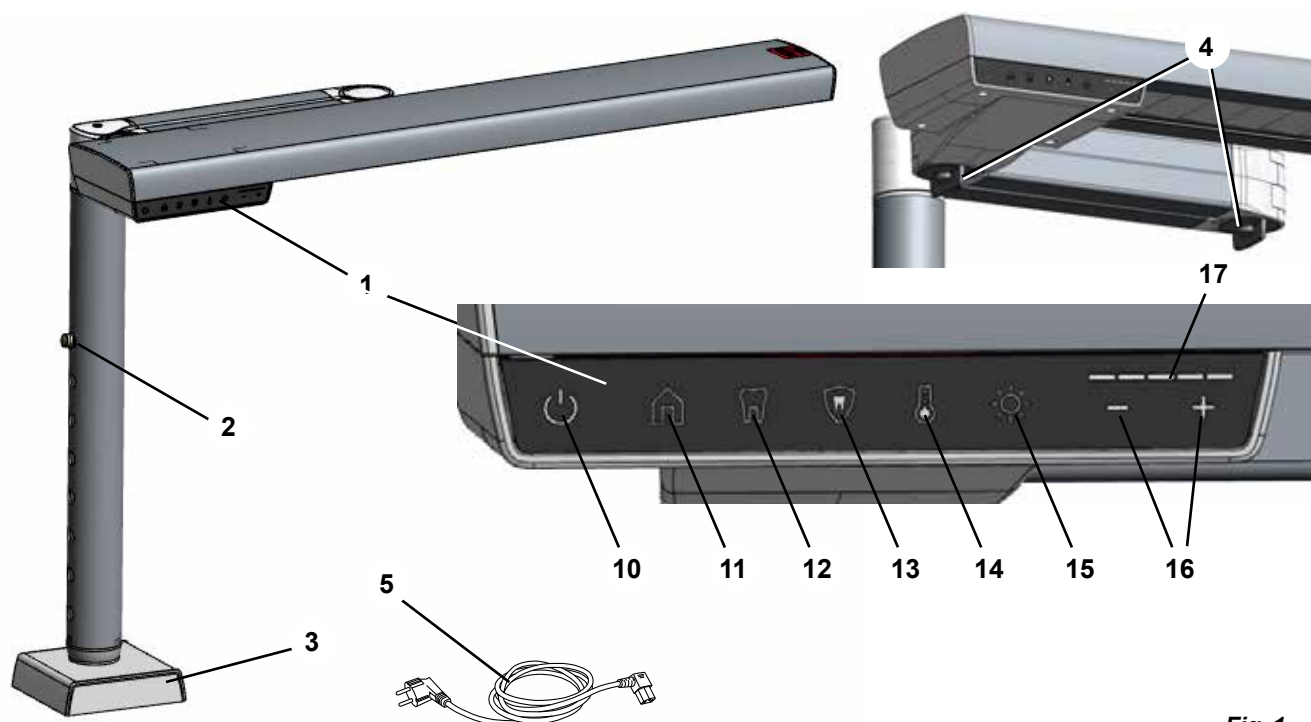

Fig. 1
- ⇒ Premere il blocco di regolazione dell'altezza (2, Fig. 1) ed estrarre il tubo interno dello zoccolo fino alla posizione massima.
Per determinare la posizione di montaggio adatta, allentare il bloccaggio dello snodo (4, Fig. 1) e verificare che sia possibile spostare la lampada da lavoro nella posizione ottimale descritta in precedenza (capitolo 4.2.1).
- ♦ Il pulsante Brightness (15, Fig. 1) è illuminato.
- ♦ Nell'indicatore Intensity (17, Fig. 1) viene visualizzato il valore di luminosità attuale.